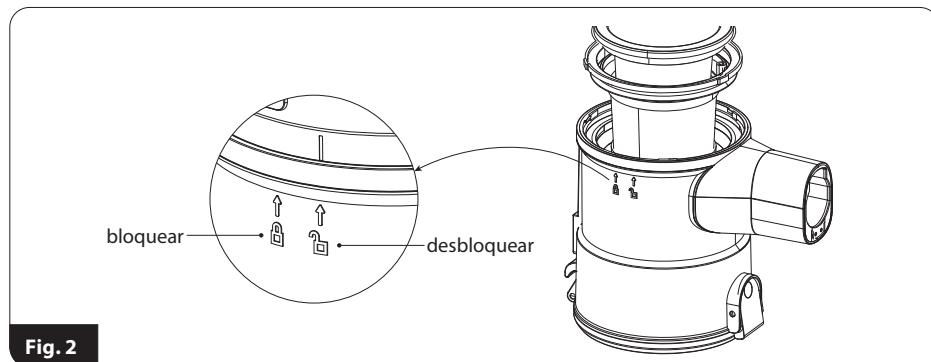

Fig. 2
2. Gire ligeramente la tapa del depósito de polvo (10) y levántela. Preste atención a las marcas en el contenedor que muestran que el bloqueo está liberado (fig. 2).